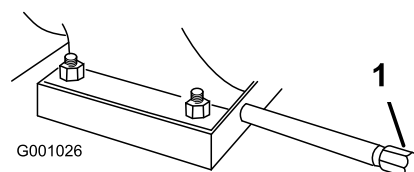

Figura 41
1. Pulite l'area intorno al tappo di spurgo dell'olio (Figura 41).